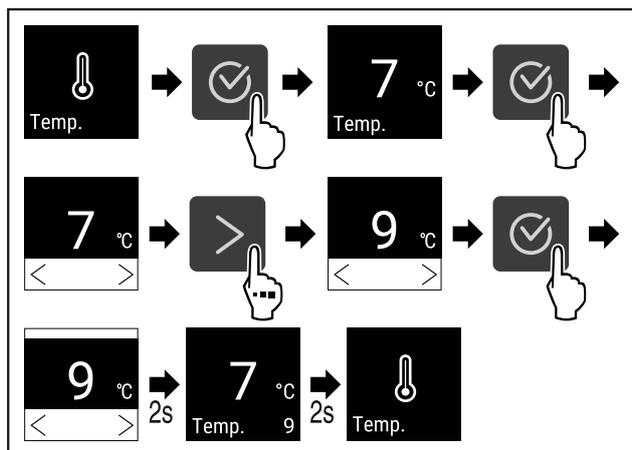

Fig. 67 Смена температуры с 7°C на 9°C
- ▶ Выполните шаги действия (см. Fig. 67).